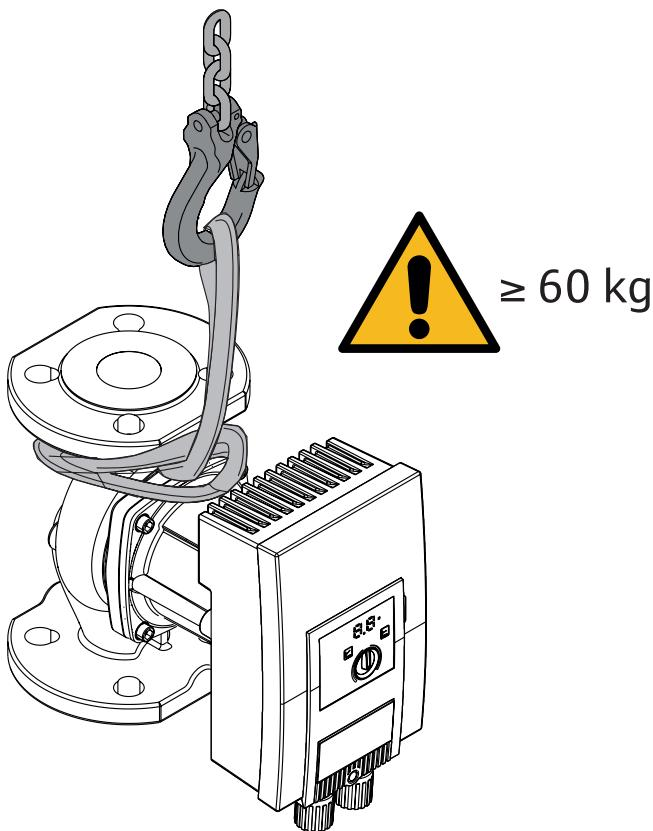

Fig. 3: Transport
- Nositi samo na motoru ili kućištu pumpe → Fig. 3.